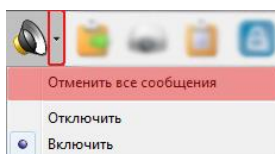

Рисунок 8-178 Сброс всех речевых сообщений, находящихся в очереди на воспроизведение
- **Отменить все сообщения** (см. Рисунок 8-178) – сброс всех речевых сообщений, находящихся в очереди на воспроизведение;